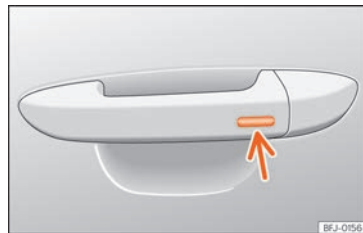

Fig. 103 Manecilla de la puerta: superficie sensora.
- Mantenga un dedo durante algunos segundos sobre la superficie sensora de bloqueo » » fig. 103 (flecha) de la manecilla de la puerta para que se cierre el techo. Si deja de tocar la superficie sensora se interrumpe la función de cierre.